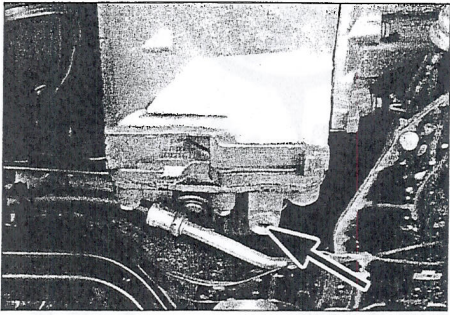

Figura 3-4
- Proceder al vaciado de la caja de velocidades (figura 3-4) y del circuito de dirección asistida.